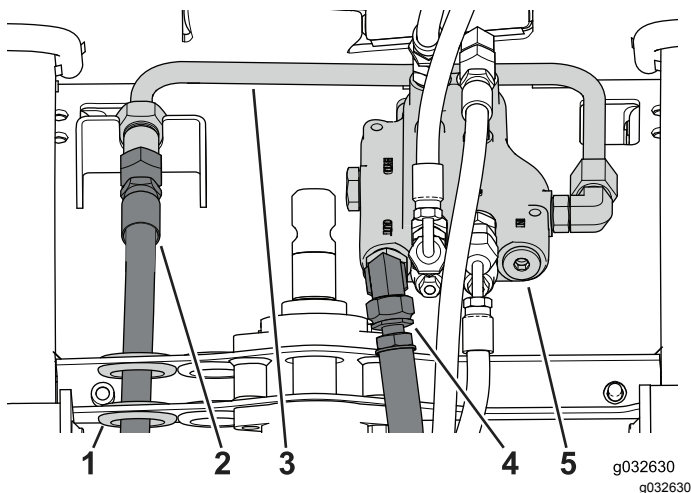

Figura 106
1. Coloque um recipiente de escoamento adequado debaixo da válvula de controlo (Figura 106).
2. Desligue o tubo de alimentação do conector do tubo e puxe-o através do orifício (Figura 106).
3. Desligue o tubo de retorno da válvula de controlo (Figura 106).